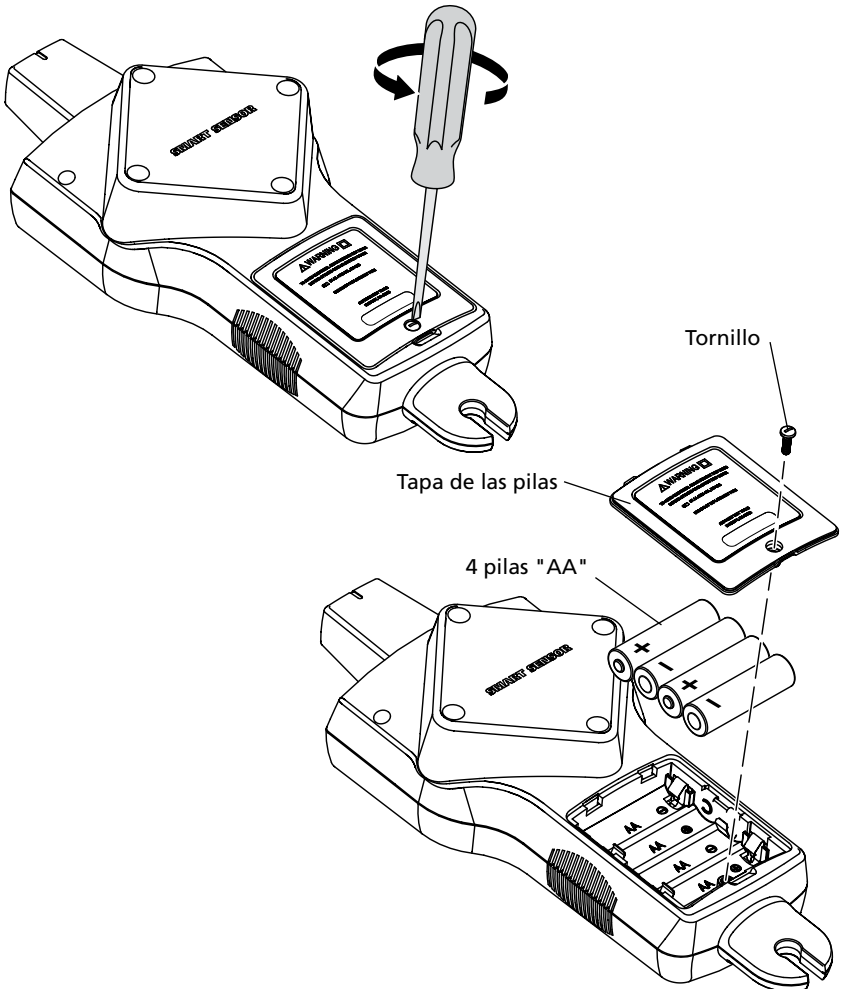

Figura 5.1b: Cambio de las pilas del receptor
3. Extraiga la tapa de las pilas (Figura 5.1b).